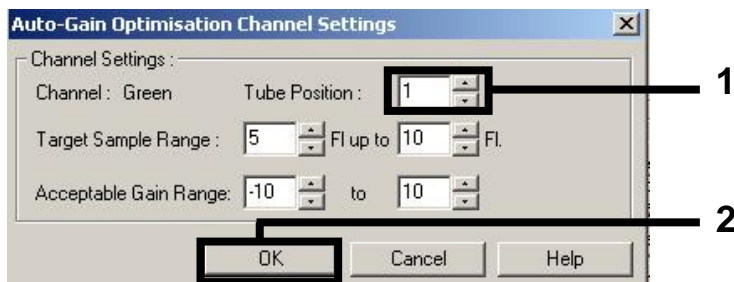

Figure 2. Réglage de la position du tube.
2. Régler la position d'un tube pour la première analyse *artus* (par exemple EBV). Régler la position du tube pour tous les canaux de fluorescence, puis cliquer sur « **OK** » (figure 2).